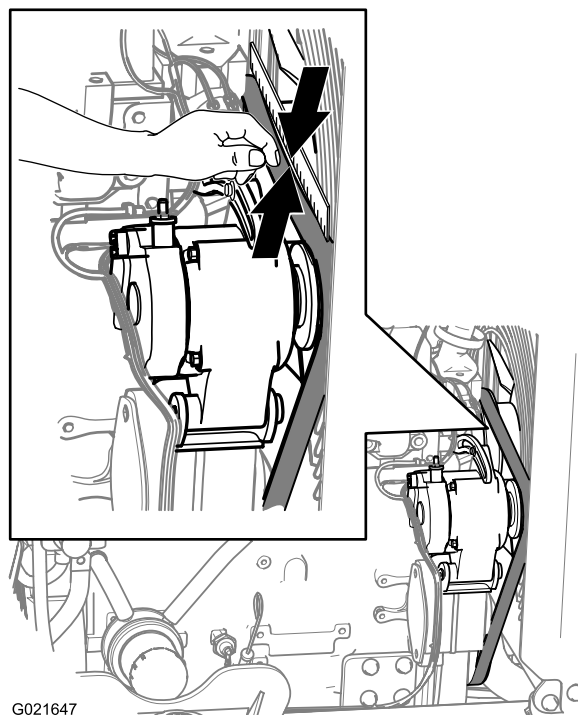

Figure 85
2. Placez une règle par-dessus la courroie d'entraînement et en travers des poulies, comme montré à la Figure 85.
3. Appuyez sur la courroie à mi-chemin entre la poulie de ventilateur et la poulie d'alternateur, comme montré à la Figure 85.